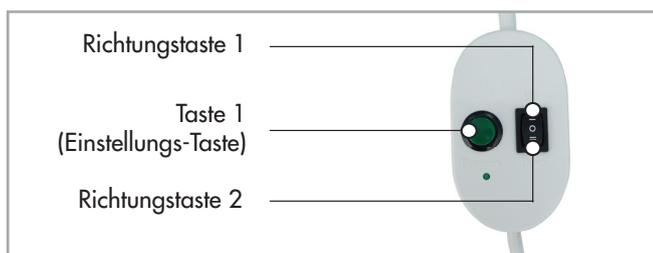

Abb.3: Justierschalter Art. 1100-000059
Den Motor in Laufrichtung AUF mit Hilfe der Richtungstaste 1 (Abb. 3) des Justierschalters in Bewegung setzen. Der Motor fährt nun automatisch bis das Lamellenpaket gegen den Drucktaster am Motorgehäuse fährt. Dies stoppt die Auffahrt und bestätigt den oberen Endpunkt.
Den Motor in Laufrichtung AUF mit Hilfe der Richtungstaste 1 (Abb. 3) des Justierschalters in Bewegung setzen. Sobald der Motor die gewünschte untere Endlage erreicht hat, drücken und halten Sie die grüne Taste (Abb. 3: Taste 1, Einstellungstaste) bis der Motor nach ca. 5 Sekunden ein kurzes Stück in die AB-Fahrtrichtung fährt. Der obere Endpunkt ist somit programmiert.
4. Den Motor in Laufrichtung AB mit Hilfe der Richtungstaste 1 (Abb. 3) des Justierschalters in Bewegung setzen. Sobald der Motor die gewünschte untere Endlage erreicht hat, drücken und halten Sie die grüne Taste (Abb. 3: Taste 1, Einstellungstaste) bis der Motor nach ca. 5 Sekunden ein kurzes Stück in die AUF-Fahrtrichtung fährt. Der untere Endpunkt ist somit programmiert.